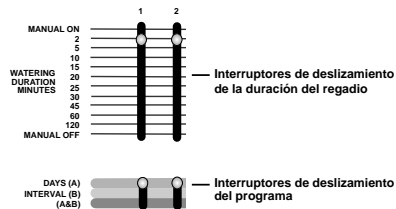

FIGURA 9: Graduadores deslizantes
- Fije el graduador deslizante de cada unidad a la que desee atribuir el programa A, B o A y B [Vea la **Figura 9**].